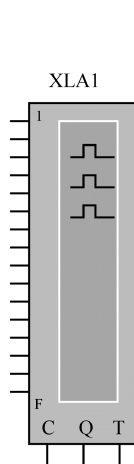

图 4.6.6 逻辑分析仪图形
(1) 查找并放置逻辑分析仪。在仪表工具栏中单击  图标 (显示 Logic Analyzer), 将其拖放于图纸中。放下的逻辑分析仪图形如图 4.6.6 所示, 名称默认为 XLA1。